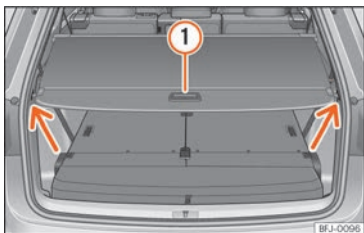

Abb. 123 Im Gepäckraum: Gepäckraumabdeckung geschlossen.
- Abdeckung am Griff »» **Abb. 123** ① etwas nach hinten ziehen und nach oben aus der